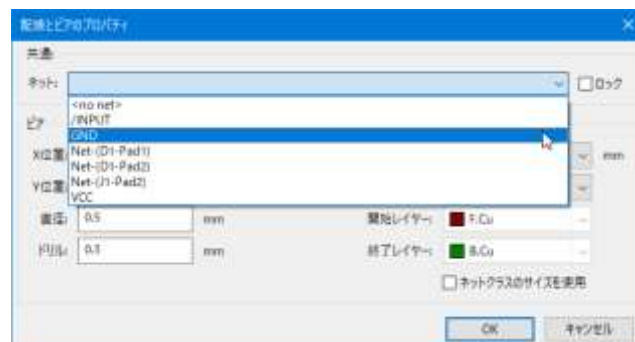

図 A-9
- ① 右ツールバー  「ビアを追加」選択
- ② ビア：0.50mm を選択
- ③ 基板上の任意のところにビアを追加
- ④ ESC でツール選択解除
- ⑤ マウスポインタを追加したビアに合わせてショートカット E
- ⑥ ネットを GND とする。図 A-9